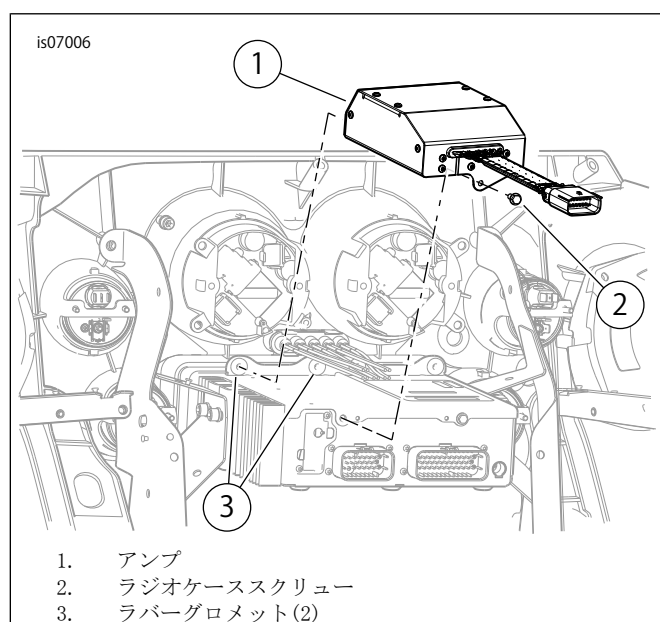

図1。フロントアンプの取り付け
1. 「図1」を参照してください。ラジオ後方のスクリュー(2)を外します。